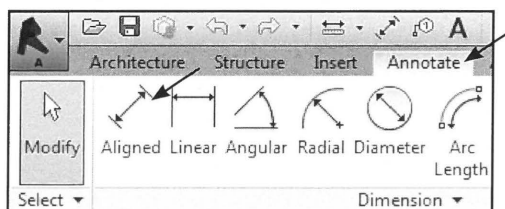

Fig. 06.20. *Annotate - Aligned*.
- Vælg *Annotate - Aligned* (Fig. 06.20).